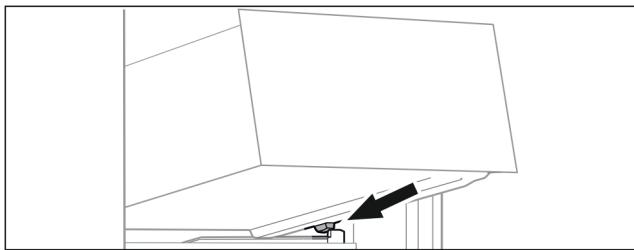

Fig. 96
- ▶ Nasadte zásuvku šikmo za zarážkami na rebro nádoby. (pozri Fig. 96)